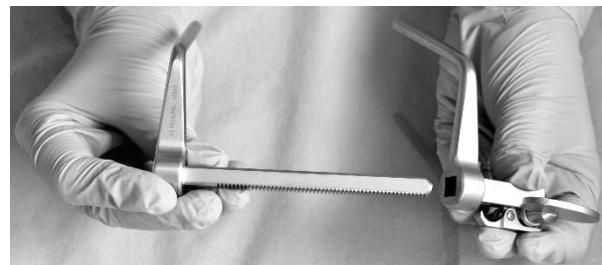

Fig. 19
2. L'instrument entièrement démonté (Fig. 19) peut maintenant être retiré.